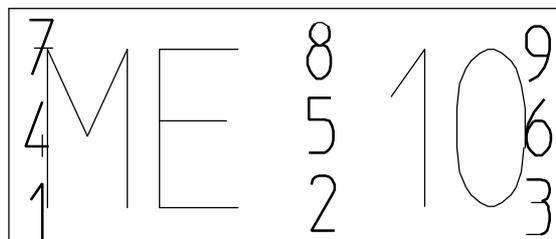

Abbildung 8.4: Cursorpositionen für die verschiedenen Eingabewerte
- ? **Ausrichten:** Orientiert den Text am Cursorzeichen, siehe Abbildung 8.4 für die einzelnen Eingabewerte.